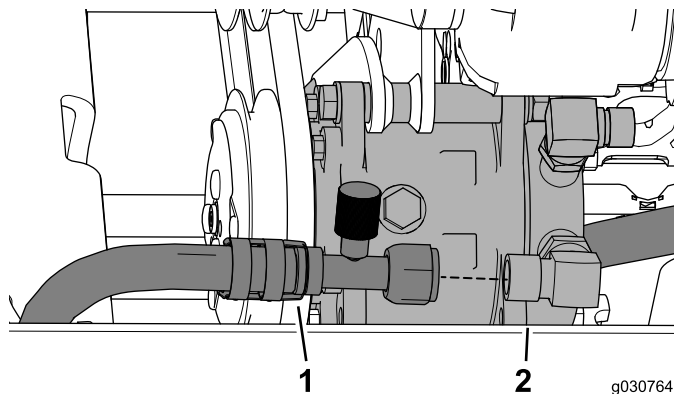

Figura 42
1. Collegate il flessibile di bassa pressione dell'aria condizionata (7/8 poll.) dalla cabina al raccordo ad angolo retto (7/8 poll.), come illustrato nella Figura 42.